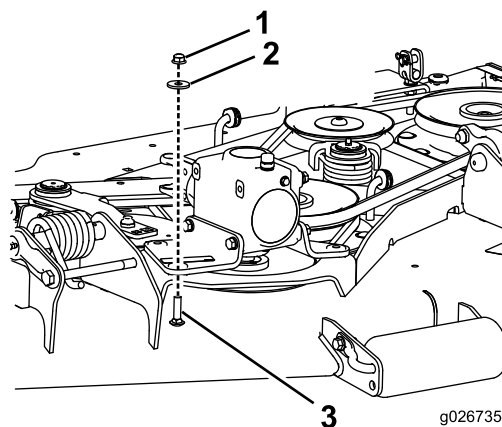

Figura 1
2. Retire as três porcas, anilhas e parafusos da carroçaria que prendem os suportes de montagem da caixa de velocidades à plataforma do cortador (Figura 1).
5. Instalação da caixa de velocidades (ver a Figura 1).